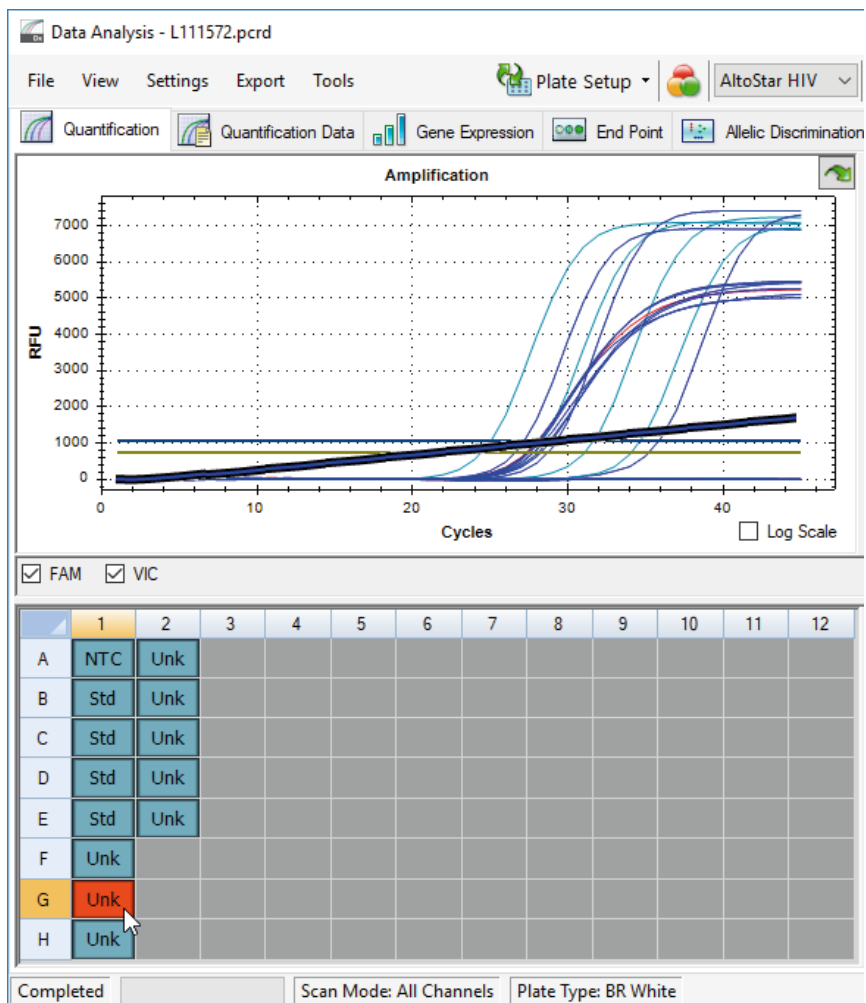

Figura 6: Janela Data Analysis (Análise de Dados): sinal PCR irregular
2. Identifique os poços com sinais PCR irregulares (aumento de sinal linear, picos de sinal, etc.) em qualquer um dos canais de detecção FAM™ (alvo de HIV) e VIC™ (IC) (consulte a figura 6).